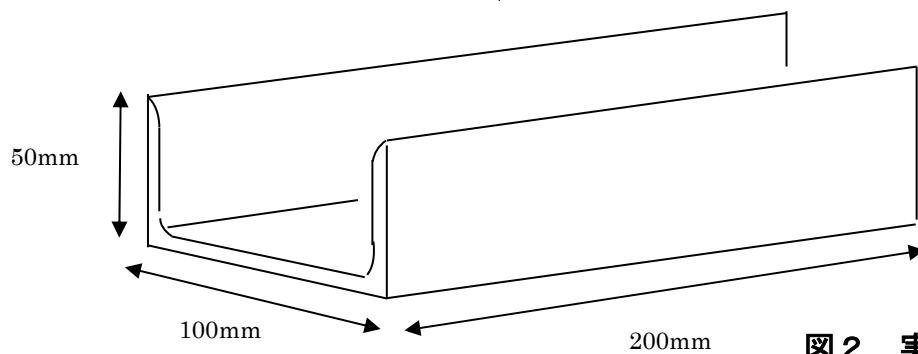

図 2 実技材台の形状
- (6) 溶接による変形は、逆ひずみ法によって防ぐものとする。
- (7) エンドタブは使用禁止とする。又、捨て金を使用して連続溶接を行ってはならない。
- (8) 実技材台は、主催者が準備したものを使用すること(P3の図2を参照)。
- (9) 練習材は、作業台に準備されている実技材台を使用し、練習を行ってもよい。
- (10) 溶接は、タック溶接(仮付)部を除いて片面溶接とし、裏面から溶接をしてはならない。
- (11) 溶接方向は、左進、右進又はそれらの混用のいずれでもよい。ただし、1パス中の混用は認めない。
- (12) 溶接層数及びパス数は自由とする。
- (13) 溶接中及び溶接後において、変形の矯正は禁止する。
- (14) たがねは、スラグやスパッタを取るために使用するのはいいが、溶接金属をはつき取る目的で使用してはならない。